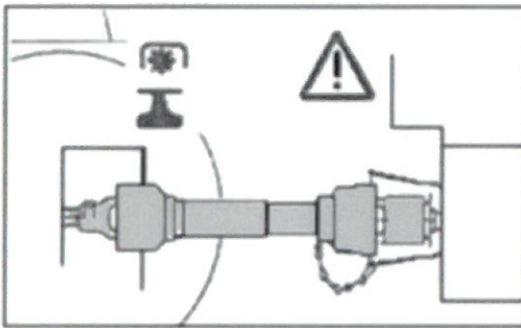

Bild 3: Anschluss der Zapfwelle
- Bei Kardanwellen mit einer Freilaufkupplung soll diese an der Seite Maschine angeschlossen sein (Bild 3).